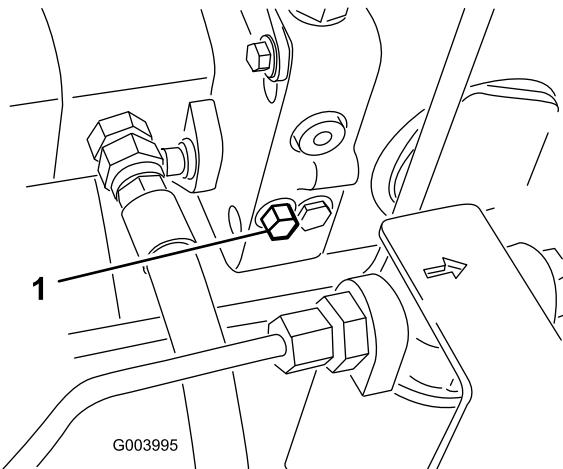

Bild 68
1. Drehen Sie die Schraube des Sicherheitsventils um eine $1\frac{1}{2}$ Umdrehungen, um das Ventil zu öffnen und Öl intern abzulenken (Bild 68).